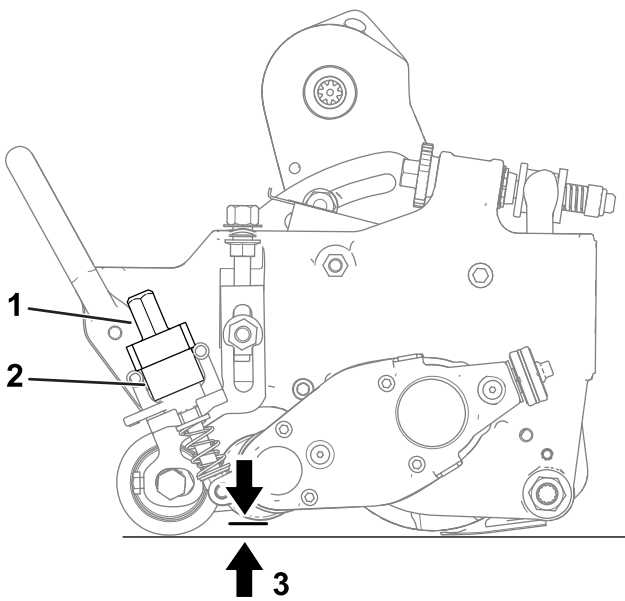

Figure 19
- A. Vérifiez que les leviers de levage rapide (Figure 19) sont à la position MARCHE (levier dirigé vers l'avant de l'unité de coupe).
- B. À une extrémité du cylindre groomer, mesurez la distance entre la pointe la plus basse de la lame et la surface de travail (Figure 19). Tournez le bouton de réglage de la hauteur (Figure 19) pour élever ou abaisser la pointe de la lame du cylindre groomer à la hauteur voulue.